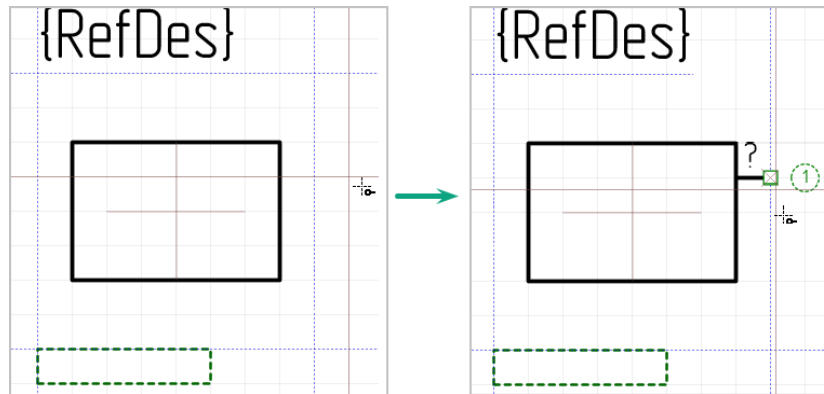

Рис. 168 Курсор при использовании инструмента «Разместить вывод»
2. На Рис. 168 показан вид курсора при активном инструменте «Разместить вывод» в графическом редакторе УГО. При помещении курсора на линию границы отображается возможный вид вывода.